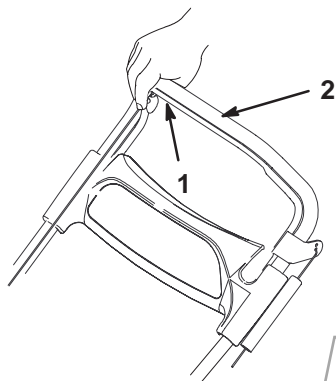

Figure 11
3. Maintenez la barre de commande à droite du mancheron comme indiqué dans la Figure 11.